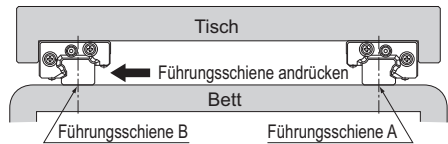

Abb. 27
- (3) Auf dem Bett wird die Führungsschiene A provisorisch installiert und die vormontierte Tischeinheit aufgezogen. Die Führungsschiene A wird an die Führungswagen gepreßt und gleichzeitig provisorisch festgeschraubt (Abb. 27).